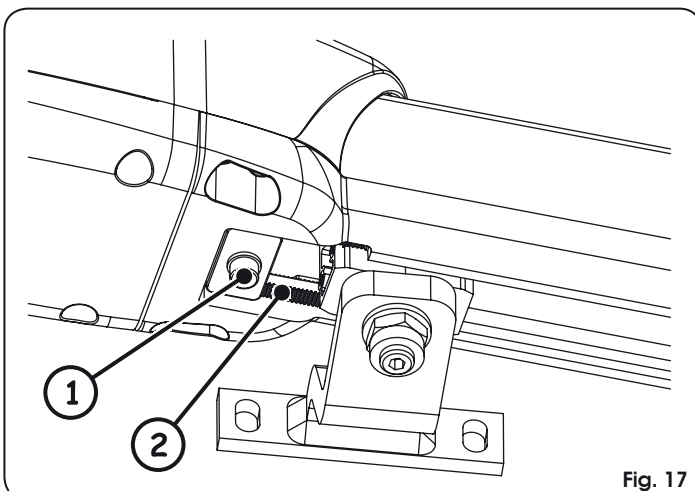

Fig. 17
- Afloje el tornillo de fijación, Fig. 17 ref. ①. No es necesario quitar completamente el tornillo.
⚠ El bloqueo mecánico trabaja acoplado a un sector dentado, Fig. 17 ref. ②. Si se verifican obstáculos durante el movimiento, asegúrese de que el acoplamiento esté libre. NO EJERCITE FORZAMIENTOS.